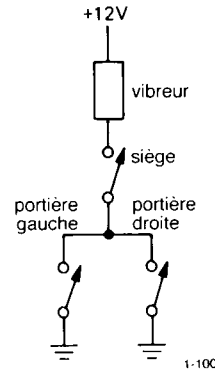

Figure 1.100
**Exemples d'interrupteurs.** Comme exemple de ce qui peut être fait avec des interrupteurs simples, voyons le problème suivant : supposez que vous vouliez actionner un avertisseur sonore si le conducteur d'une voiture est assis et que l'une des portières est ouverte. Le siège, comme les portières, est muni d'interrupteurs normalement ouverts. La figure 1.100 montre un circuit qui réalise ce que vous voulez. Si l'une OU l'autre porte est ouverte (interrupteur fermé) ET que l'interrupteur du siège est fermé, l'avertisseur est alimenté. Les mots OU et ET sont utilisés ici au sens logique, et nous verrons cet exemple dans les chapitres 2 (Vol. 1) et 8 (Vol. 2) quand nous parlerons des transistors et de la logique numérique.